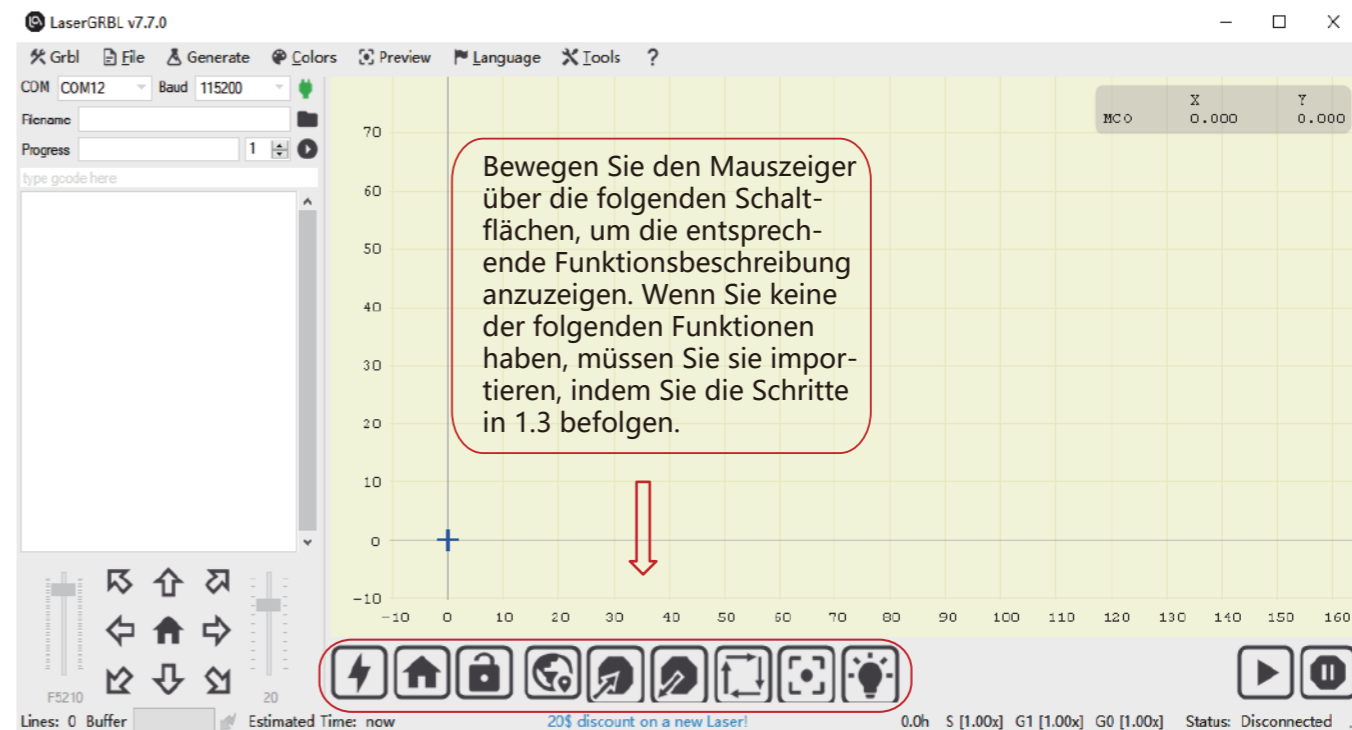

Abbildung 2 Schnittstelle von LaserGRBL
- Die installierte Software wird als Abbildung 2 dargestellt.